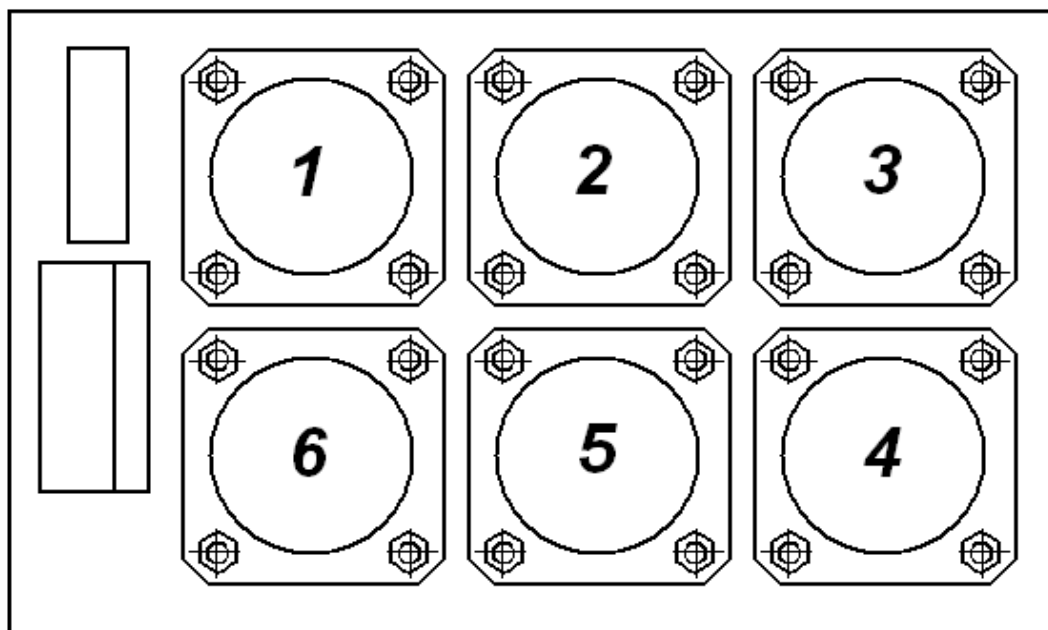

Рисунок 5 - Нумерация испытательных камер.
2.2.8 Подключить датчики влажности к разъему блока управления и разместить их на поверхности бетонных образцов в соответствии с нумерацией (рис.5).